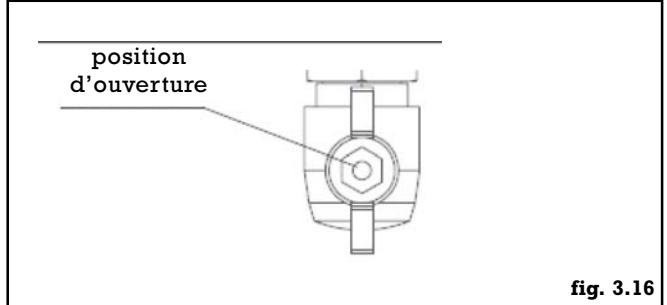

fig. 3.16
- ouvrir le robinet gaz de la chaudière (fig. 3.16)